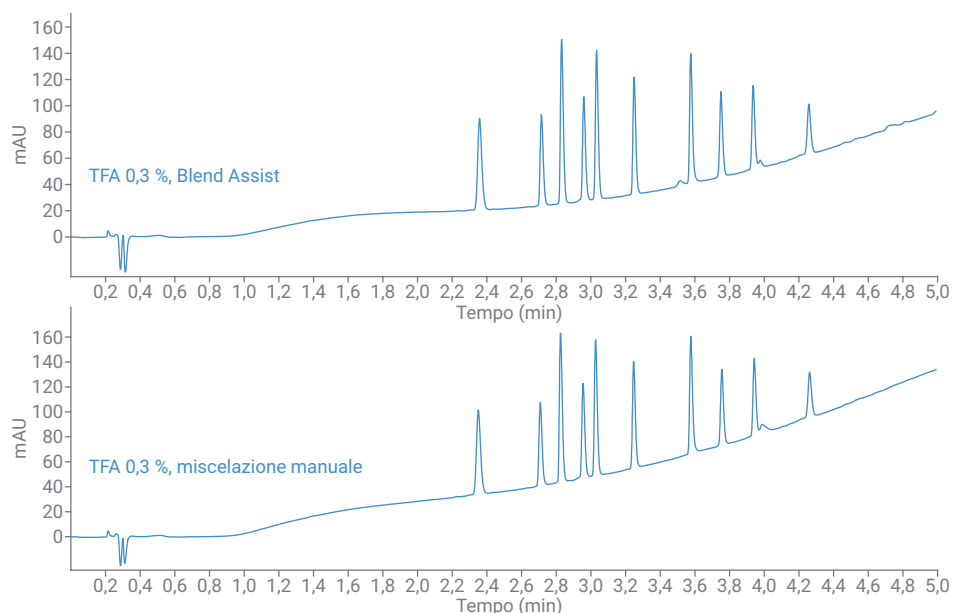

Figura 2. Confronto tra i cromatogrammi per l'analisi di uno standard di 10 peptidi ottenuti con e senza Blend Assist.
Successivamente, una concentrazione del modificatore di 0,3% di TFA nelle fasi mobili è stata ottenuta mediante miscelazione manuale e utilizzata per l'analisi dello standard di 10 peptidi. La figura 2 mostra un confronto diretto tra il cromatogramma acquisito utilizzando Blend Assist e quello acquisito utilizzando fasi mobili miscelate manualmente. I due cromatogrammi sono simili. La Tabella 4 mostra un confronto dettagliato relativo al tempo di ritenzione (RT), precisione del RT (RSD del RT) e risoluzione. Un eccellente accordo è stato ottenuto nelle due condizioni di analisi per l'RT e per la risoluzione. La precisione del RT è stata leggermente migliore per le analisi in cui si sono utilizzati solventi miscelati manualmente, tuttavia il valore di RSD del RT è risultato chiaramente inferiore alla specifica di 0,15 % in entrambe le condizioni.